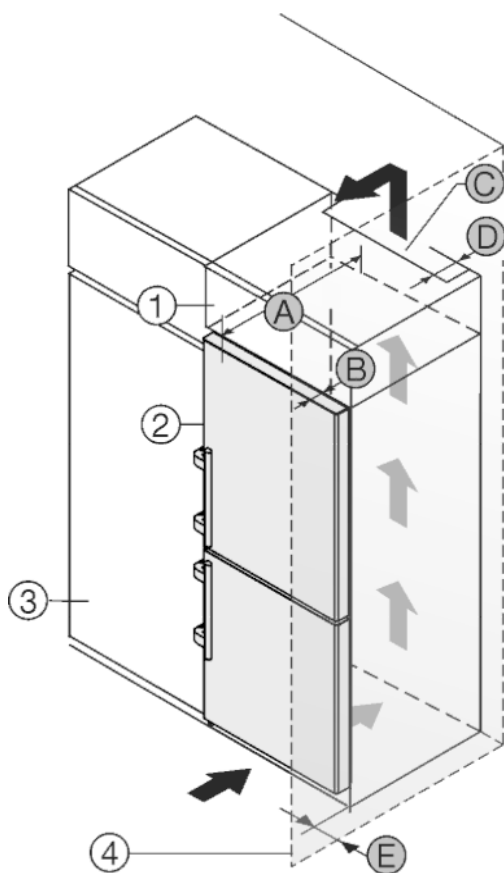

Fig. 12
Het apparaat kan in keukenkasten worden ingebouwd. Om het apparaat *Fig. 12 (2)* aan de hoogte van het keukenblok aan te passen, kan boven het apparaat een opzetkast *Fig. 12 (1)* worden aangebracht.
Het apparaat kan direct naast de keukenkast *Fig. 12 (3)* worden geplaatst. Om de deuren volledig te kunnen openen, moet het apparaat overeenkomstig de diepte *Fig. 12 (B)* t.o.v. het keukenkastfront uitsteken. Afhankelijk van de diepte van de keukenkast en het gebruik van de wandafstandhouders kan het apparaat verder uitsteken.
- Aan de achterzijde van de opzetkast moet een luchtafvoerkanaal met de diepte *Fig. 12 (D)* over de volledige breedte van de opzetkast aanwezig zijn.
- Onder het plafond moet de ventilatiedoorsnede *Fig. 12 (C)* worden aangehouden.
Wanneer het apparaat met de scharnieren naast een wand *Fig. 12 (4)* wordt geplaatst, moet de afstand *Fig. 12 (E)* tussen apparaat en wand worden aangehouden. Dit komt overeen met de uitsteekmaat van de handgreep bij geopende deur.